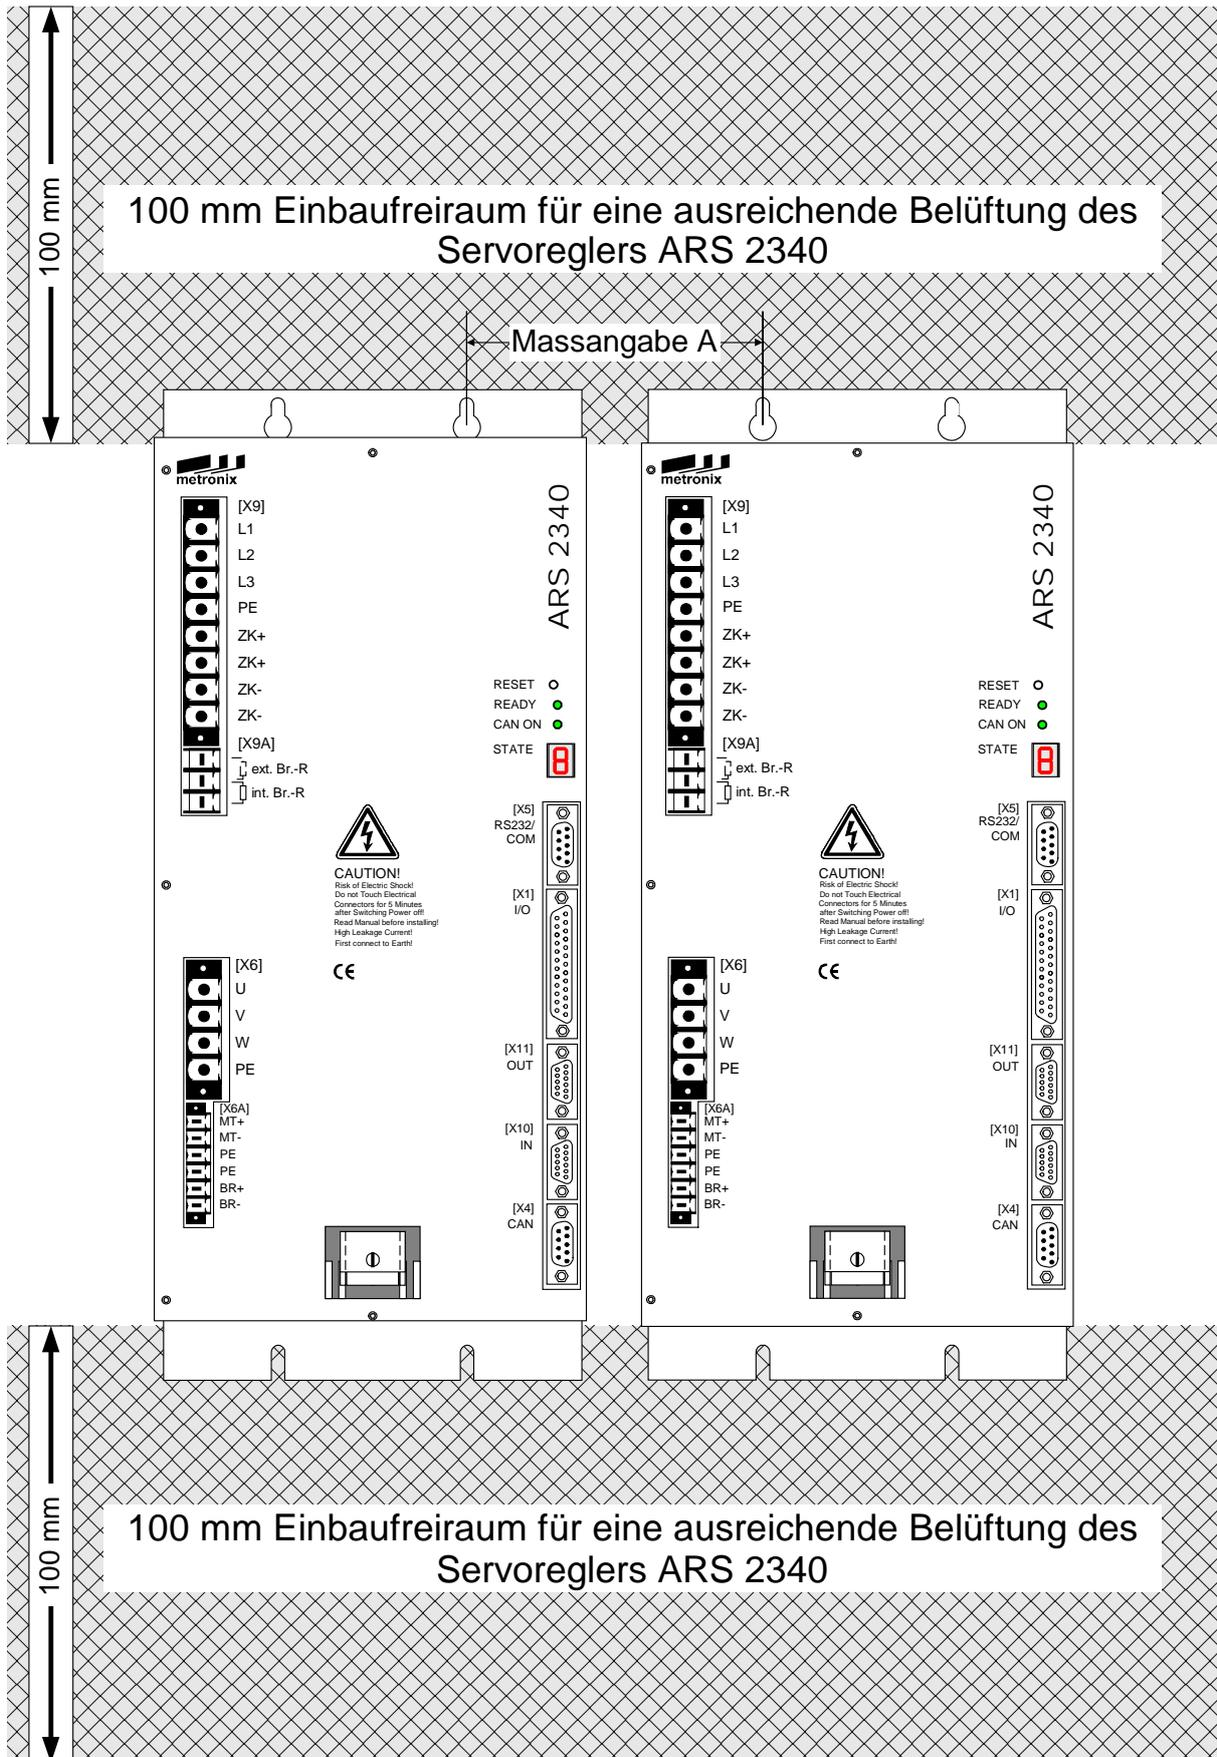

Abbildung 16: Servoregler ARS 2340: Einbaufreiraum
- ARS 2340 von 95 mm (siehe *Abbildung 16*)